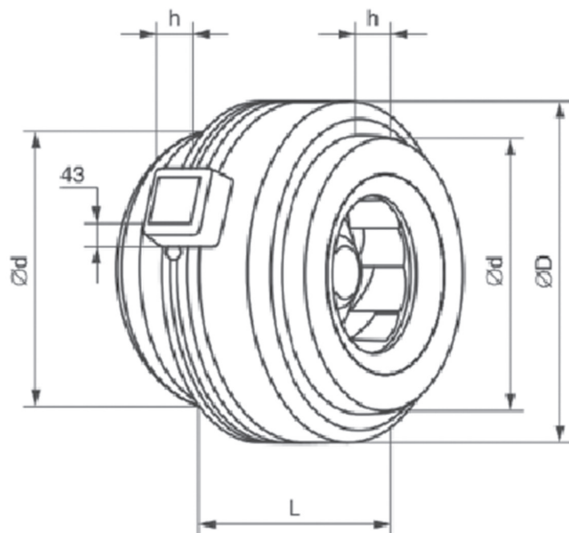

Рис. 1. Габаритные и присоединительные размеры вентиляторов ESQ ВКК.
1.2.3. Устройство вентиляторов, габаритные, присоединительные и установочные размеры вентиляторов указаны на рис. 1., табл. 1.